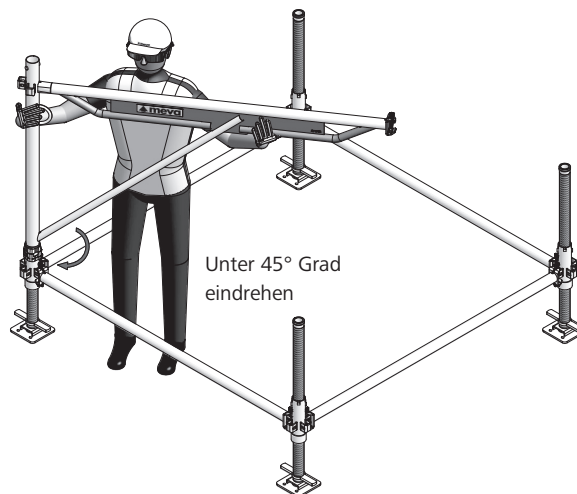

Abb. 9.2
7. Zugangsrahmen 100 MT von innen unter 45° Grad über die Fußspindel MT stecken und bis zur Arretierung nach außen drehen (Abb.9.2).